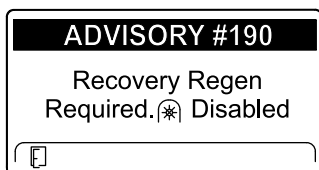

図 49
- リカバリ再生が必要です PTO が無効化されました アドバイス番号 190 図 49